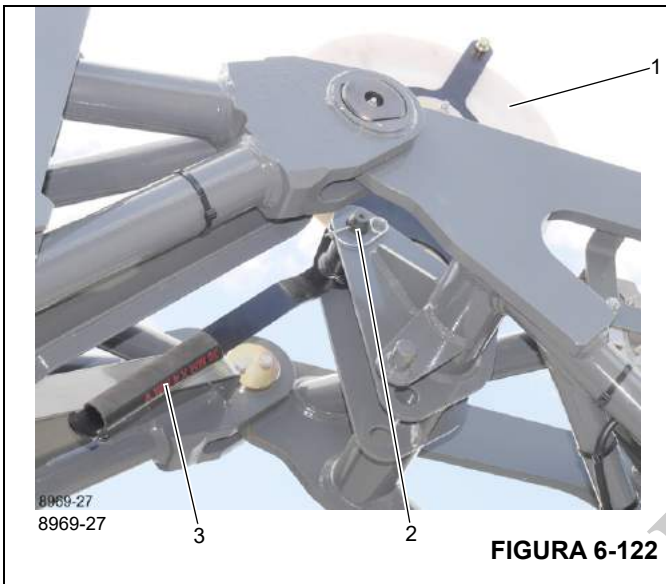

FIGURA 6-122
3. Pliegue la polea deflectora (1), (Figura 6-122), y sujétela en esta posición con el pasador (2), (Figura 6-122).
4. Asegure el pasador (2), (Figura 6-122), utilizando la pinza de retención.
1. Retire la pinza de retención del pasador (2), (Figura 6-122).
2. Sujete la polea deflectora por la manija (3), (Figura 6-122), y quite los pasadores (2), (Figura 6-122).
3. Pliegue la polea deflectora (1), (Figura 6-122), y sujétela en su posición con el pasador (2), (Figura 6-122).